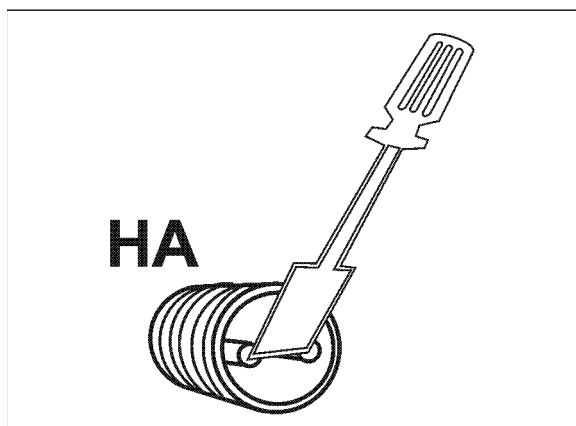

Fig. 13
3. Pontear várias vezes os polos da tomada de ligação com uma chave de fendas pequena (Fig. 13).